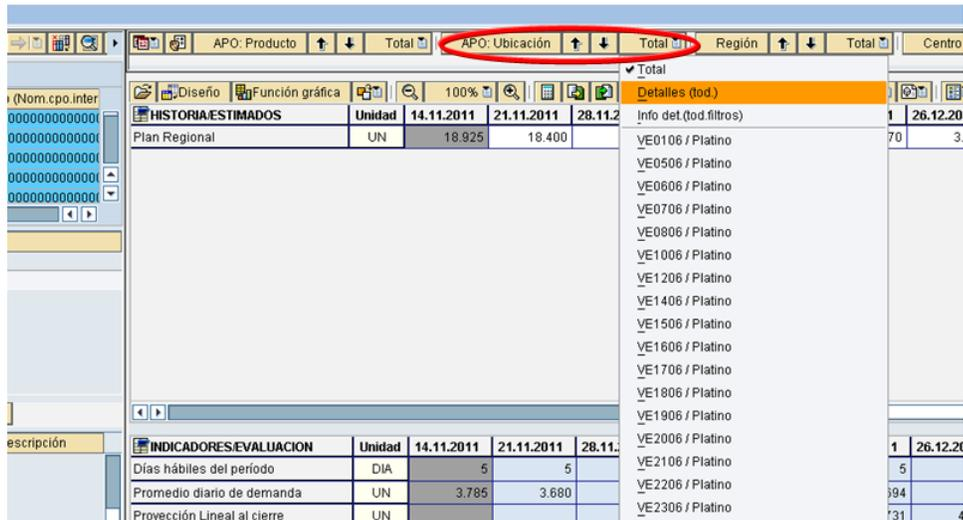

Figura 31: “Sistema SAP”
h) Posteriormente se hace clic sobre el APO Ubicación y se marca la opción de Detalles (tod.). Ver Figura 31